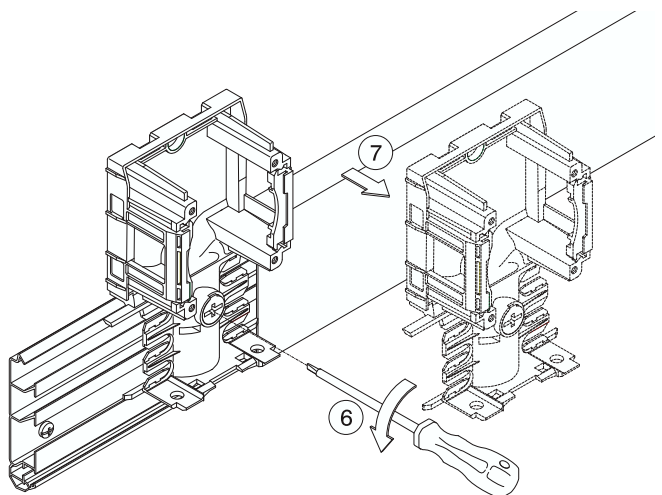

Abbildung 6
**3. Geräteträger-Unterteil entfernen** (Abb. 6)